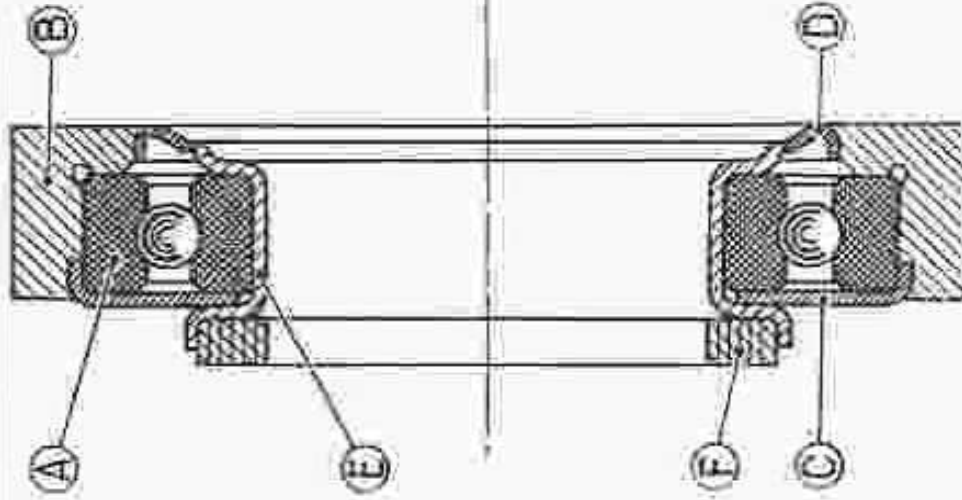

Fig. 5
La partie tournante est conicalisée par un roulement (A) de butée 20x32x71 emprièvement dans une cage en fonte (B) (fig. 5).